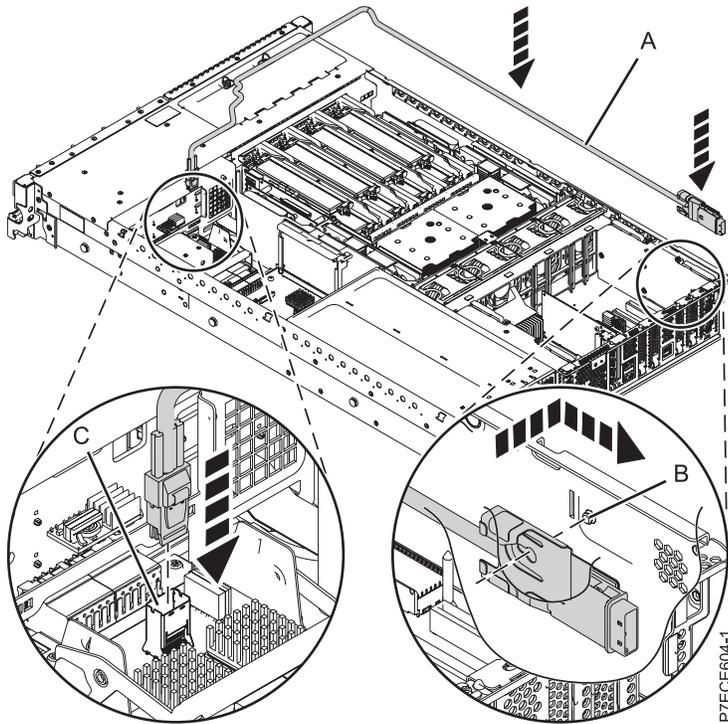

Figura 60. Sustitución del cable SAS
- 1) Conecte el miniconector SAS del cable SAS al puerto de conexión SAS interno (**C**) de la tarjeta intermediaria de almacenamiento hasta que encaje en su sitio. Consulte Figura 60 en la página 68.